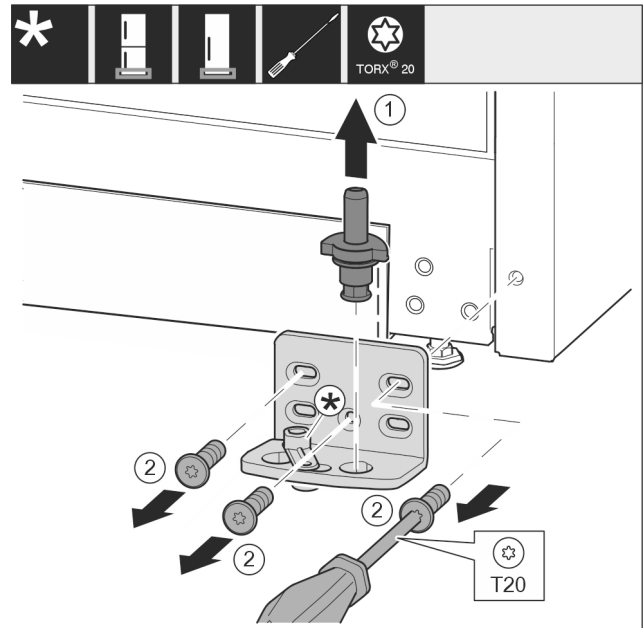

Fig. 14
- ▶ Nxirrni jashtë komplet bazamentin mbështetës nga lart. Fig. 14 (1)
- ▶ Nxirrni jashtë vidat me një kaçavidë T20 dhe hiqni bazamentin mbështetës. Fig. 14 (2)